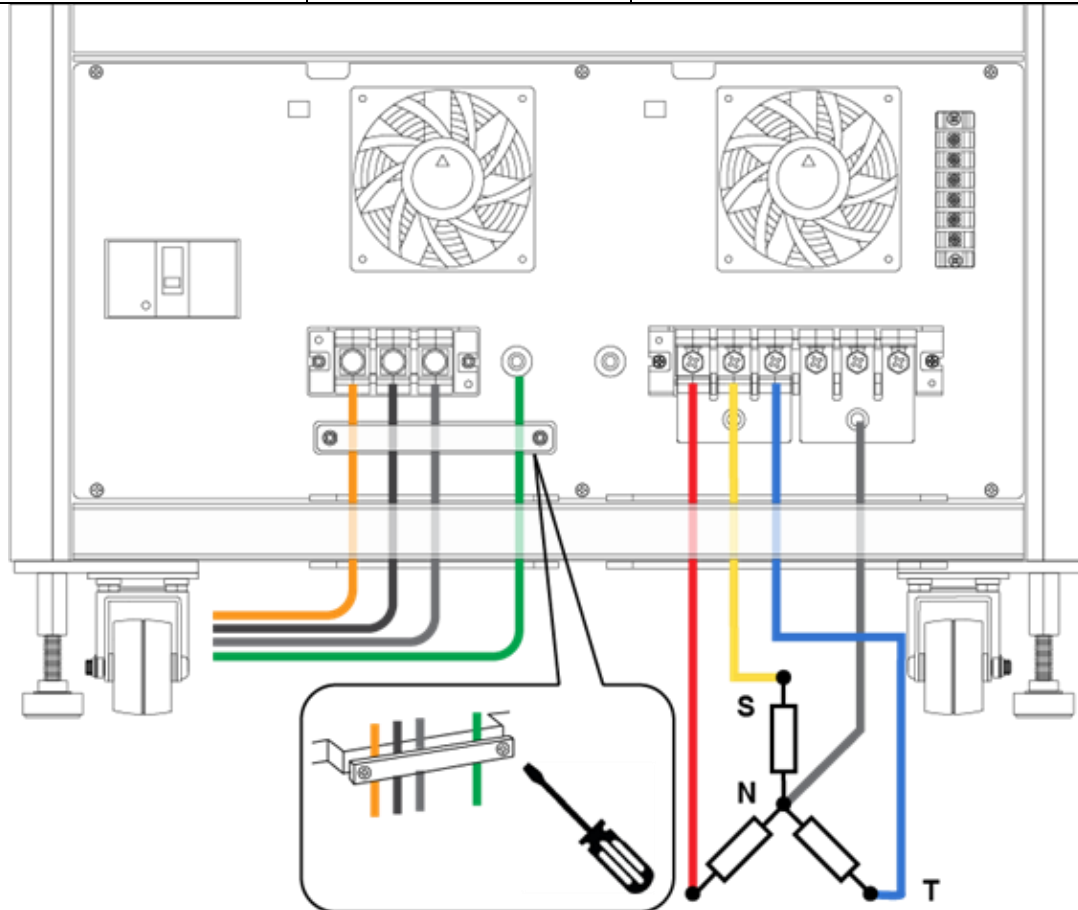

图 3-1 输入三相电源线接法及固定接线方式
表 3-1 为标配输入电源线规格，额定为 600V 105°C，采用输入电源线之额定电压电流必须大于或者等于回馈式电源系统的额定电流，输入接线端子台位于设备后背板下方左侧，请参照图 3-1 所示依序执行步骤。
6. 将三相输入电源线穿过后背板最下方的孔洞及安全压条后，接至回馈式电源系统输入端子(INPUT)并锁附螺丝，如图 3-1。